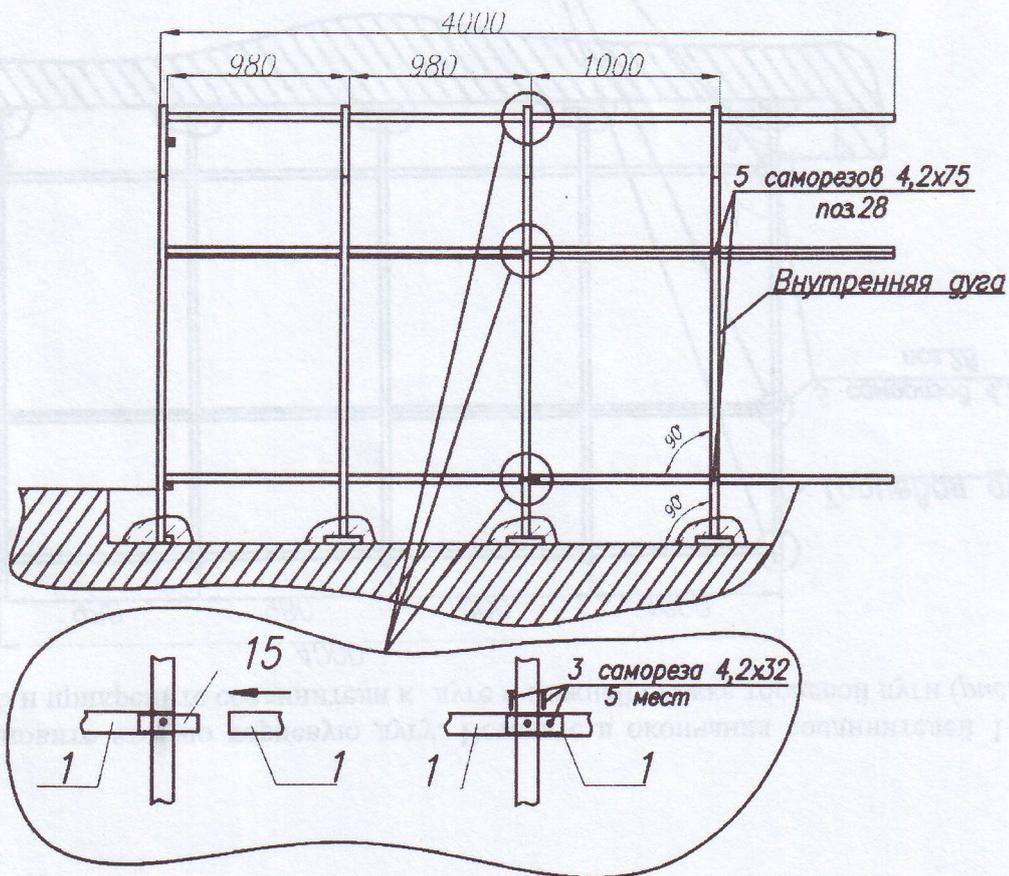

Рис.21
3.25. Установите третью внутреннюю дугу. Состыкуйте соединители дуг 1, зафиксируйте их саморезами 32 мм и прикрепите соединители к третьей внутренней дуге саморезами 75 мм (рис.21).